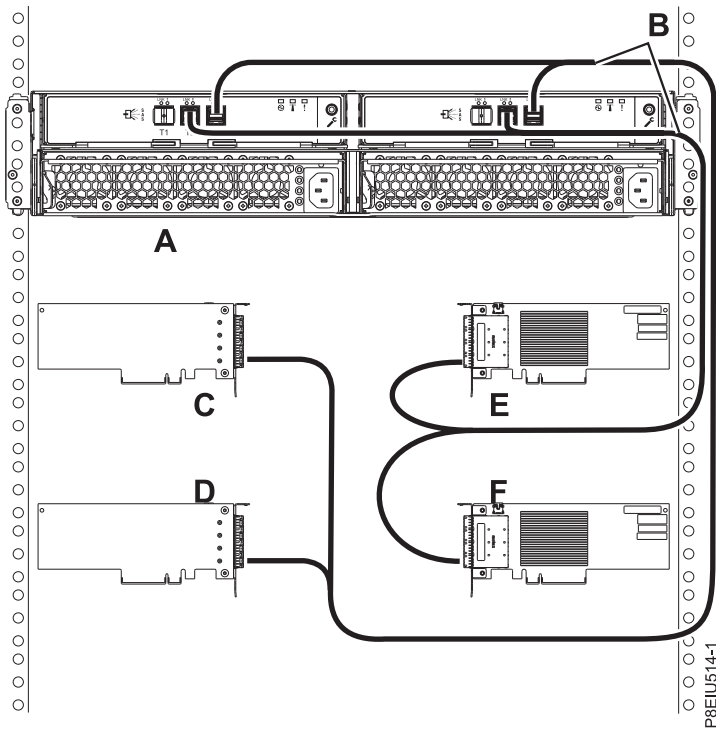

Рисунок 20. Подключение корпуса хранения ESLL или ESLS к четырем независимым адаптерам SAS FC EJ0J или FC EJ0M с помощью кабелей X12 (режим 4)
20. Подключите один корпус (A) с помощью кабелей X12 (B) к четырем независимым адаптерам SAS FC EJ0J или FC EJ0M в режиме 4 (см. рис. 20 на стр. 23) и перейдите к разделу “Подключение кабелей данных, кабелей питания и установка крышек” на стр. 24.